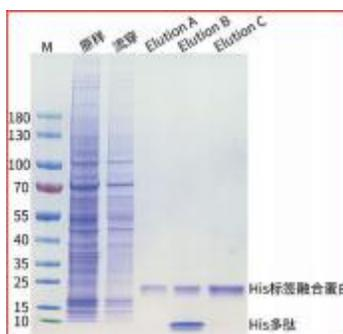

图 3.Magneti-Q His 标签蛋白纯化试剂盒纯化胞内蛋白的 SDS-PAGE 电泳图
- 5) 对洗脱产物进行 SDS-PAGE 电泳, 结果请见图 3。